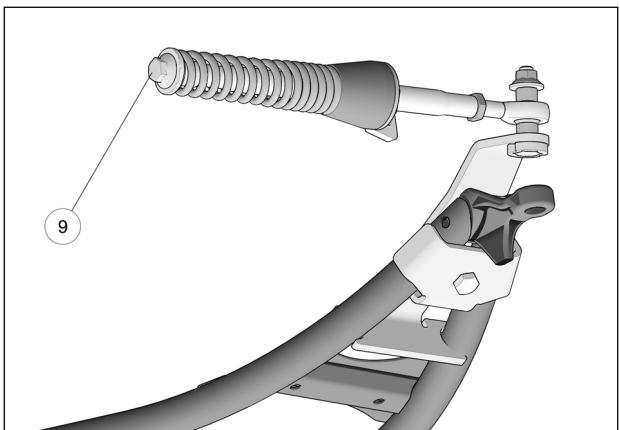

Fig. 14
9. Vérifier que le boulon du ressort (6) est serré au couple recommandé : 75 N•m [55 lb•pi]. Fig. 14